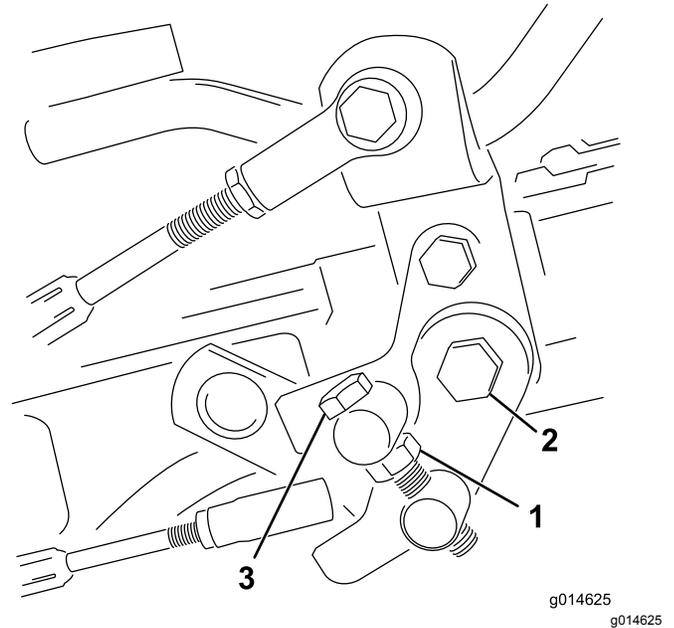

图42
1. 松开枢轴螺栓上的锁紧螺母图42。
4. 上紧枢轴螺栓上的锁紧螺母和踏板枢轴上的螺母锁定调整图42。检查调整情况并按需要调整。